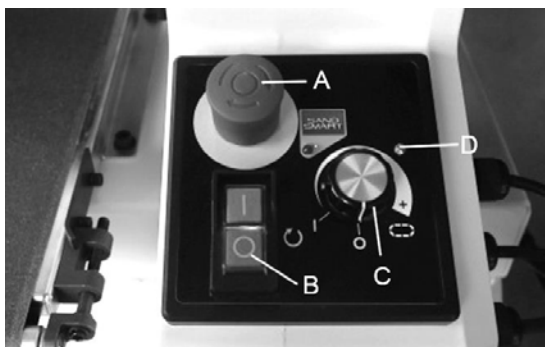

Рис. 8-1: панель управления
2. Сбросьте аварийный выключатель, повернув красную кнопку по часовой стрелке или потянув за нее (А, Рис. 8-1).